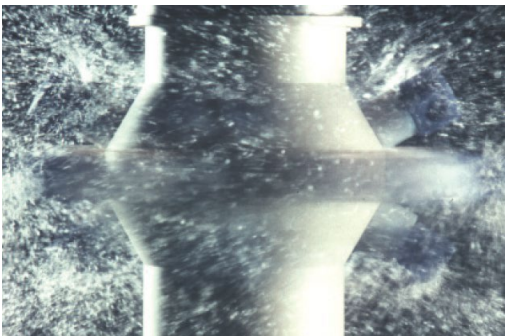

Abbildung 2: Das Sprühnebelssystem
Durch feinstes Zerstäuben über seine Sprühdüsen ❹ sorgt es für eine gleichmäßige Verteilung der Waschflüssigkeit im Absorptionsraum (Abbildung 2).